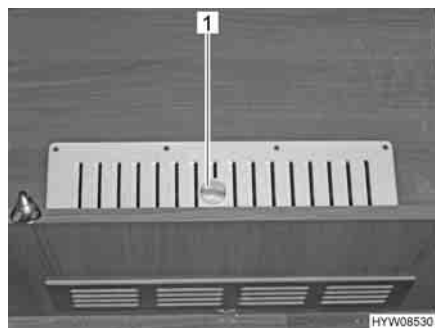

Fig. 49 Alimentazione aria fresca nell'armadio guardaroba (a seconda del modello)
- Ruotare la maniglia girevole (Fig. 49,1) sulla griglia a lamelle dell'armadio guardaroba finché le lamelle non sono completamente aperte. L'aria fresca fluisce nell'abitacolo e nell'armadio guardaroba attraverso la griglia a lamelle.
- Ruotare la maniglia girevole (Fig. 49,1) sulla griglia a lamelle dell'armadio guardaroba finché le lamelle non sono completamente chiuse. Tutta l'aria fresca fluisce nell'abitacolo attraverso la griglia a lamelle.